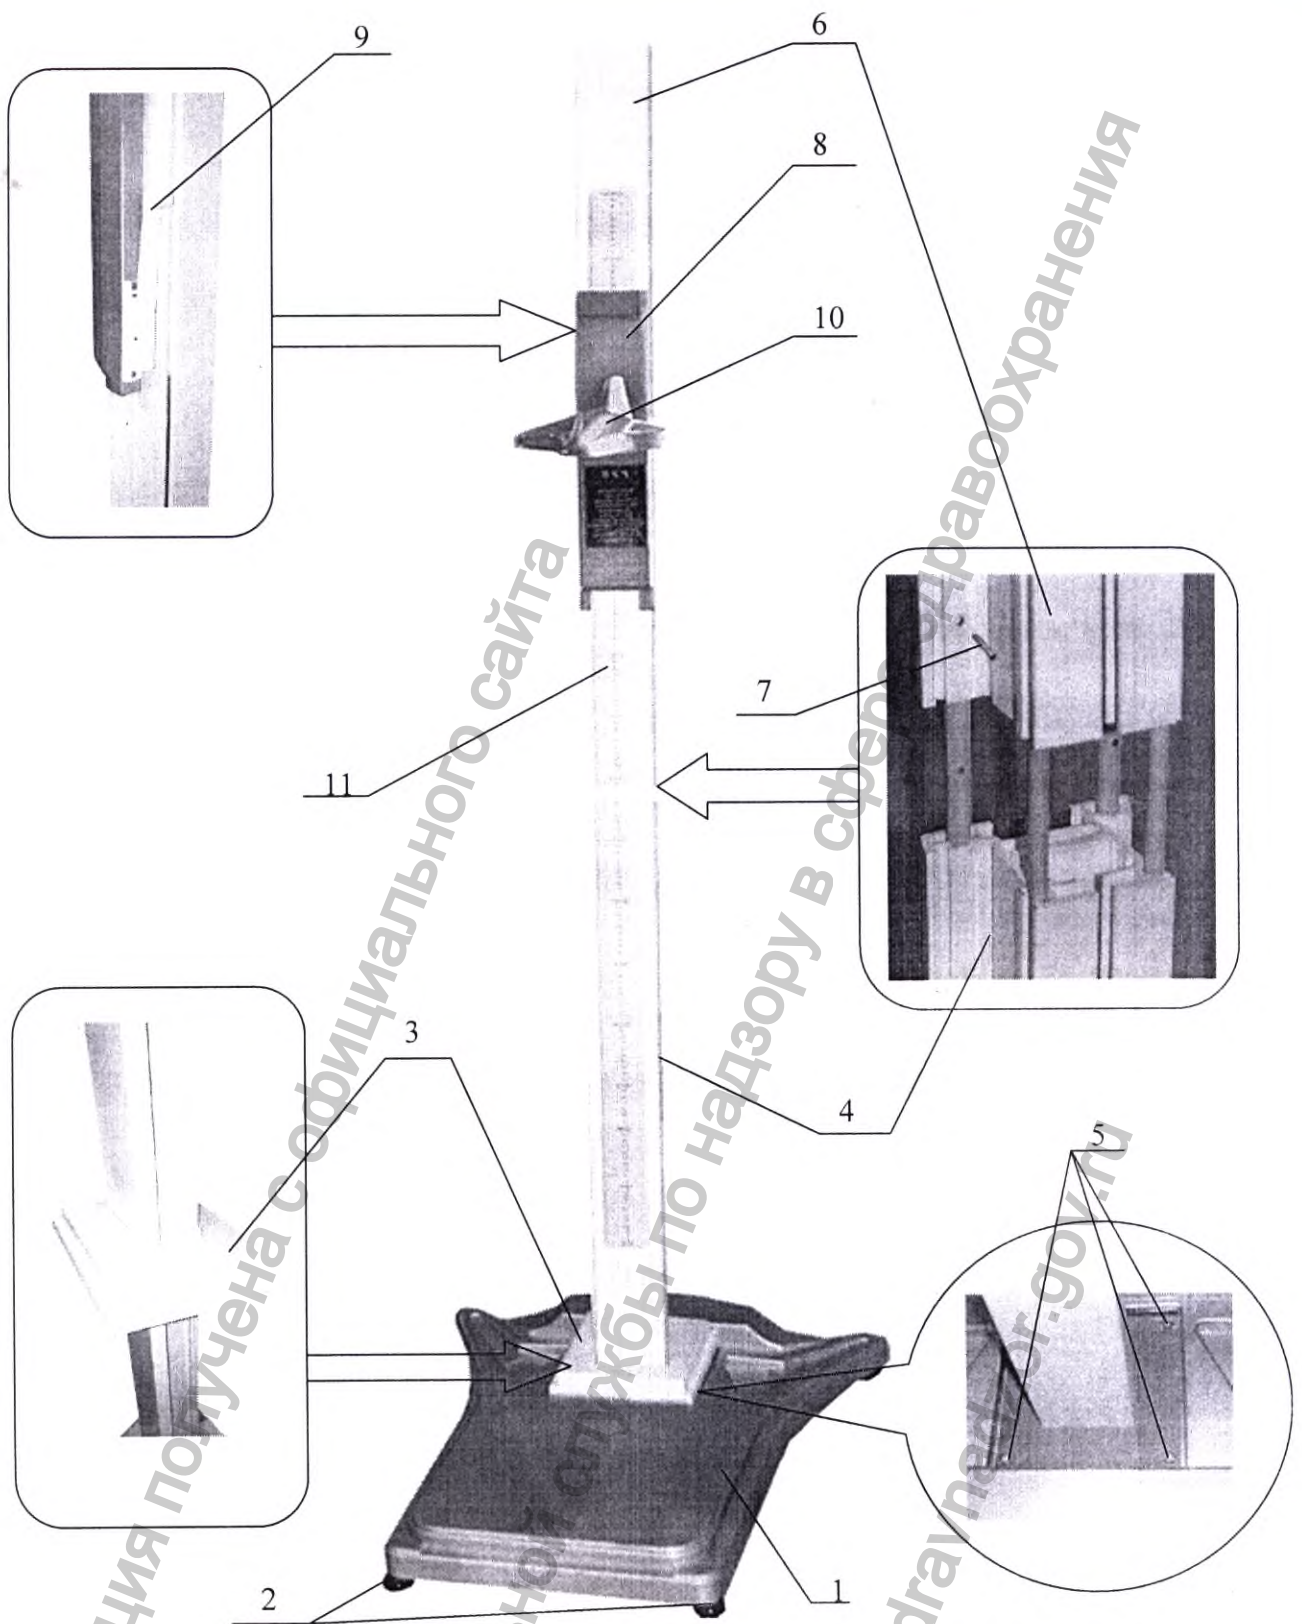

Рисунок 2. Схема сборки ростомера РП
2.2.1 Выберите место предполагаемого размещения ростомера. Установите основание 1 (рис.2) на прочную ровную поверхность, не подвергаемую вибрации, добейтесь устойчивого положения с помощью регулируемых опор 2.
2.2.2 Передвинув кожух 3 по штанге нижней 4 вверх, закрепите нижнюю штангу 4 на основании 1 с помощью винтов 5 (Винт М6х30 ГОСТ 17473). Опустите кожух 3 до упора в основание 1. Вставьте верхнюю штангу 6 как показано на рис. 2 и закрепите ее винтами 7 (М3х6 ГОСТ 17475).